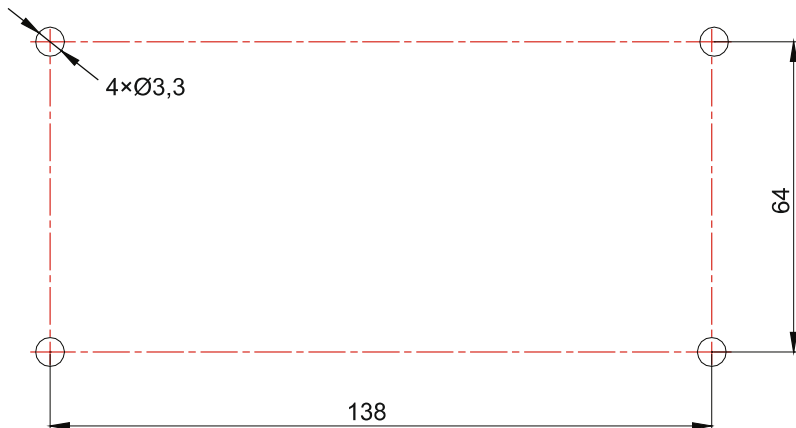

Abb. 3-11: Befestigungslöcher der Installationsdose
- 2) Soll der Zentralcontroller im Schaltschrank installiert werden, bilden Sie im Schaltschrank 4 Löcher gemäß Abb. 3-11 für die Installation.
- 3) Verlegen Sie im Schritt ① ein Stromversorgungskabel und ein Kommunikationskabel zum Installationsort, dann ziehen Sie die beiden Kabel durch separate Löcher in der Rückwand der Installationsdose durch. Verlegen Sie die Kabel nie durch die gleiche Öffnung.
- 4) Ziehen Sie im Schritt ⑥ das Kabel ab, mit dem das Touch-Display und die Rückwand des Controllers verbunden sind. Bewahren Sie das Touch-Display an einem sicheren Ort auf.
- 5) Schließen Sie im Schritt ⑦ die Adern des Kommunikationskabels an den Klemmen A3 und B3 an; schließen Sie den Nullleiter (Neutralleiter) und den Phasenleiter des Stromversorgungskabels an den Klemmen N und L an; schließen Sie den Erdleiter an der Klemme  auf der Rückwand des Elektronikkastens an. Befestigen Sie den Erdleiter mit einer M4×12 Schraube.
- 6) Befestigen Sie im Schritt ⑧ die Rückwand des Controllers in der Rückwand der Installationsdose mit ST4.2×9.5 TC Schrauben.
- 7) Schließen Sie im Schritt ⑨ das Kabel an, mit dem das Touch-Display und die Rückwand des Controllers verbunden sind.